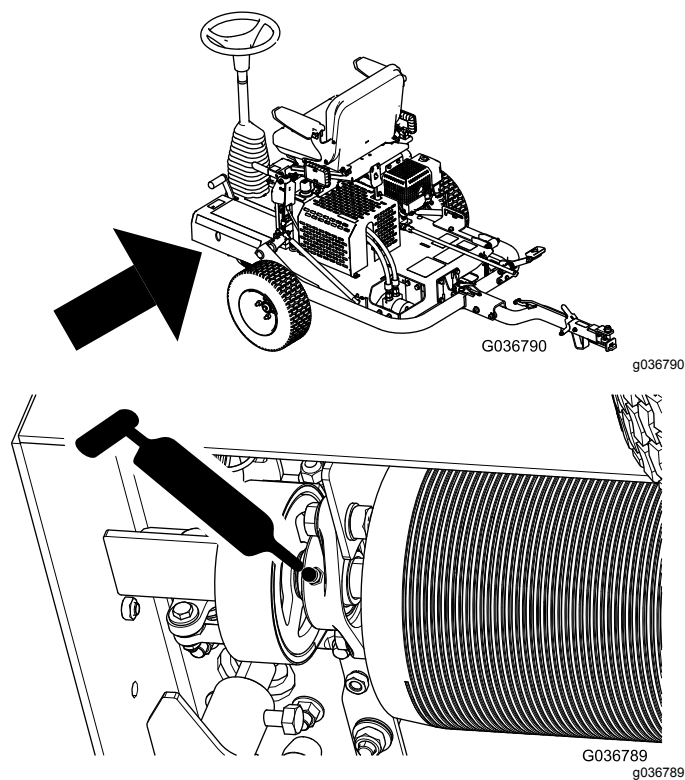

Рисунок 29
2. Закачайте консистентную смазку в масленку, как показано на Рисунок 29.